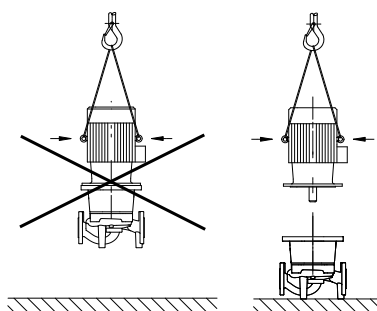

Fig. 20: Moottorin kuljetus
- **Moottorissa olevia nostosilmukoita saa käyttää vain moottorin kuorman kannattamiseen, koko pumpun painoa ei saa ripustaa niiden varaan (Fig. 20).**